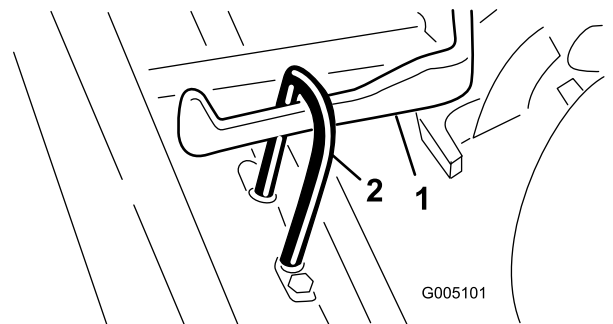

図 6
2. カッティングユニットをプルフレームの下に引き入れ、吊り輪フックを昇降アームに引っかける 図 6。